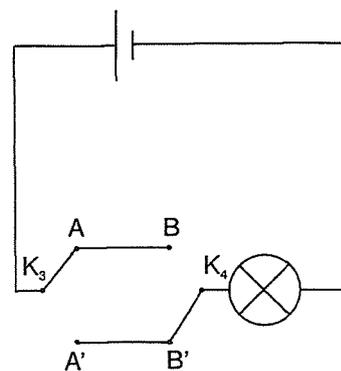

Figure 14.3
8.1. Réaliser le montage de la figure 14.3, l'interrupteur K_3 fermé sur A et l'interrupteur K_4 fermé sur B'.